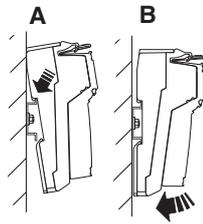

Abb. 10-11 Aufrasten des Sockels
- Setzen Sie den Sockel von oben auf die Tragschiene auf (Abb. 10-11, A) und drücken Sie ihn dann nach unten (B).